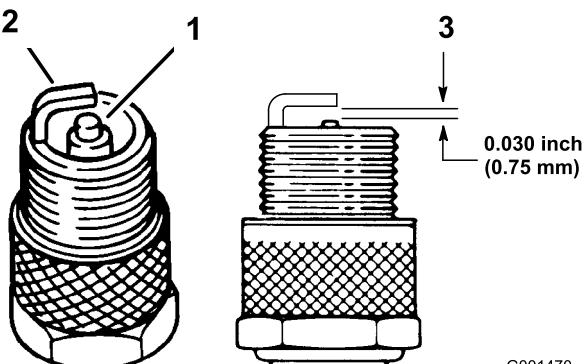

Figura 25
- Veja a parte central das velas de ignição (Figura 25). Se verificar uma cobertura castanha ou cinzenta no isolante, o motor está a funcionar correctamente. Uma cobertura preta no isolante indica que o filtro de ar está sujo.
- Verifique a folga entre os eléctrodos central e lateral (Figura 25). Dobre o eléctrodo lateral (Figura 25) se a folga não for a correcta.
- Ligue os cabos às velas de ignição (Figura 25).